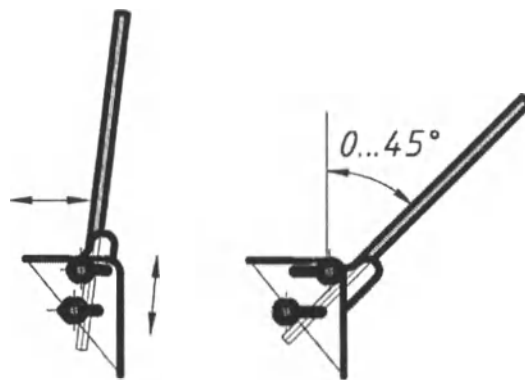

Рисунок 7
5.1.7 Отрегулировать высоту, глубину положения и угол наклона спинки. Регулировка спинки по горизонтали (автоматически - изменение глубины сиденья), вертикали и углу наклона – бесступенчатая (см. рис.7).